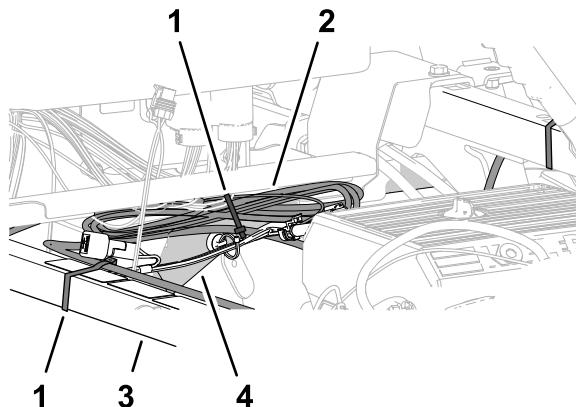

图215
1. 将过长的数据线束捆扎在右上机架管上 图215。
2. 将数据线束与减震支撑管对齐并用扎带将线束固定到支撑管上 图215。
3. 将数据线束与右上机架管对齐并用扎带将线束固定到机架管上 图215。